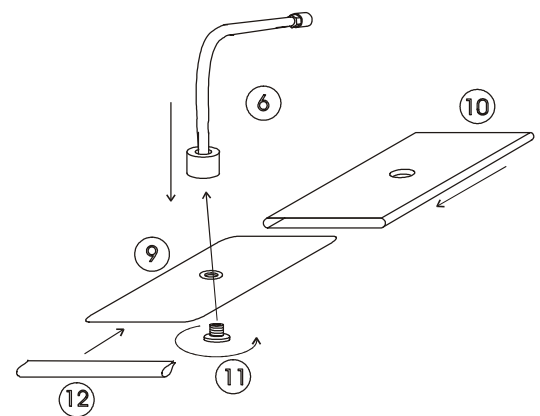

ABBILDUNG 2
- 2) Das Papierhaltegitter (Nr. 9, Abbildung 2) in die Filterpapierhülle (Nr. 10, Abbildung 2) schieben und sicherstellen, daß das Loch im Filterpapier mit der Öffnung im Gitter ausgerichtet ist.
- 3) Die Schraubverbindung (Nr. 11, Abbildung 2) durch das Loch im Filterpapier und dem Papierhaltegitter schieben. Das Ansaugrohr (Nr. 6, Abbildung 2) auf die Schraubverbindung schrauben.
- 5) Die Filterklammer (Nr. 12, Abbildung 2) über das gefaltete Ende des Filterpapiers schieben.